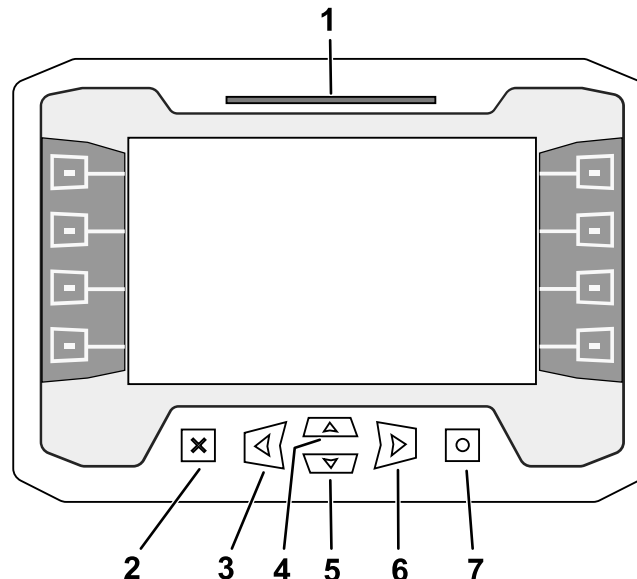

Рисунок 2
Используйте кнопку ОК (O) на дисплее (Рисунок 2), чтобы установить скорости вращения.